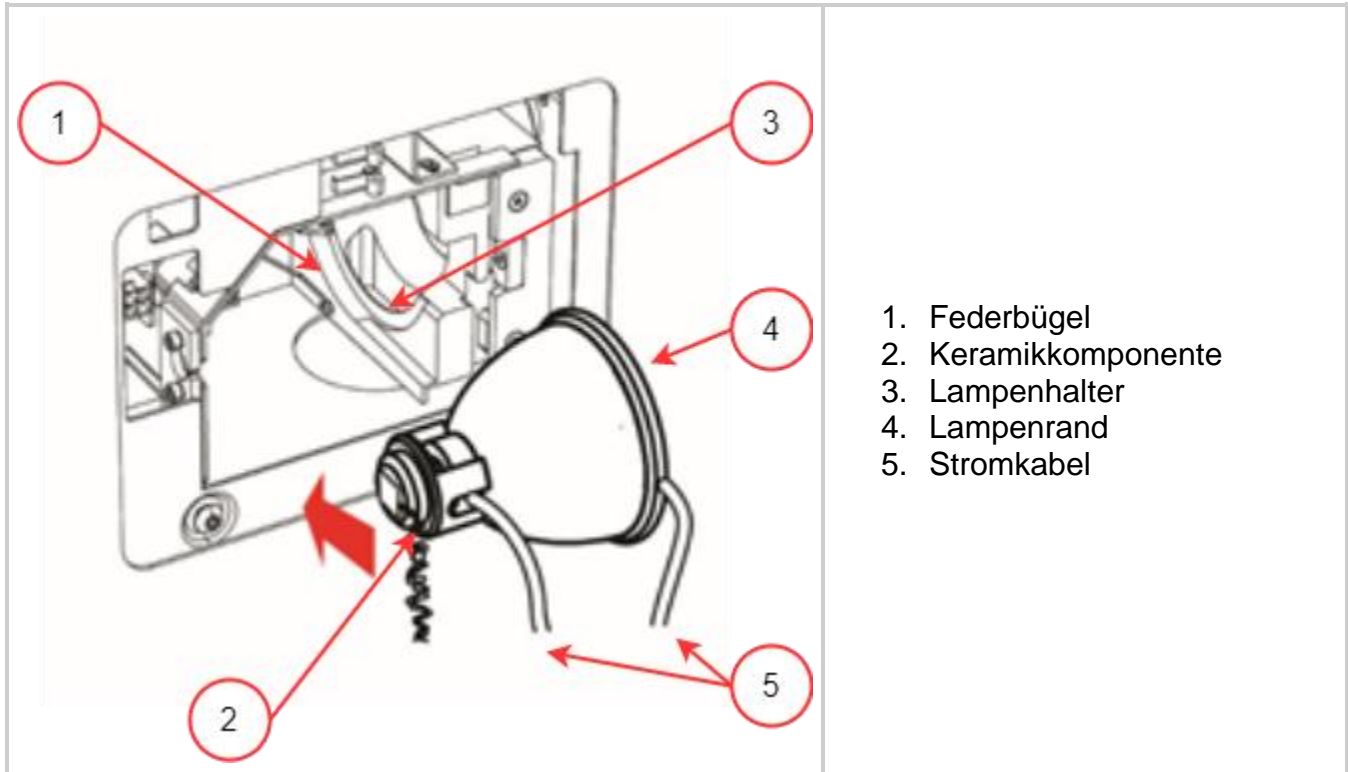

Abbildung 3-4 Lampeninstallationsausrichtung
2. Entfernen Sie vorsichtig das Lampenmodul aus seinem Behälter, indem Sie entweder nur die Keramikkomponente oder nur den Lampenrand anfassen, wie in **Abbildung 3-4** gezeigt.
3. Positionieren Sie die Lampe wie in **Abbildung 3-4** gezeigt Richtung Frontpanel der Einheit zeigend, wobei die STROMkabel von der Einheit weg zeigen sollten. Die Lampe sollte so ausgerichtet sein, dass die Vorderkante des Reflektors (Lampenrand) in die Montagenut am Lampenhalteraufbau passt.
1. Stellen Sie sicher, dass die Mitte des Lampenkörpers so positioniert ist, dass sie in den Federbügel passt (siehe **Abbildung 3-4**).